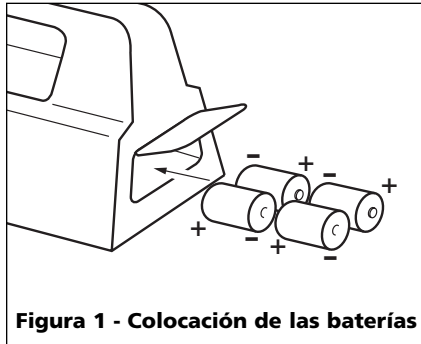

Figura 1 - Colocación de las baterías
1. Coloque 4 baterías tamaño D en la cubierta del motor, con los terminales apuntando como se muestra en la figura 1.